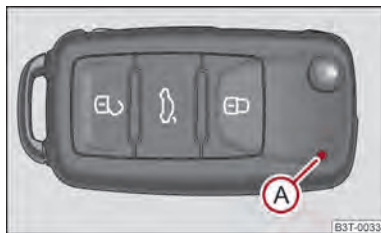
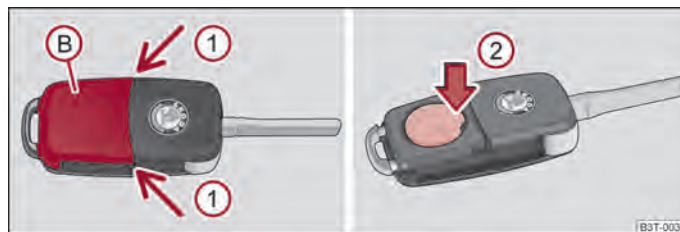

Fig. 10 Llave con radiotelemando
Fig. 11 Llave de radiotelemando - retirar la tapa/retirar la batería
Con el vehículo se suministran dos llaves con mando a distancia ⇒ fig. 10.
Cada llave principal de radiotelemando contiene una batería que está alojada debajo de la tapa (B) ⇒ fig. 11. Si la pila está descargada, el piloto de control rojo (A) no parpadea después de pulsar una tecla de la llave con mando a distancia ⇒ fig. 10. Le recomendamos que lleve a cambiar la pila de la llave a un concesionario autorizado ŠKODA. Si, de lo contrario, desea cambiar la pila descargada Vd. mismo, proceda como sigue:
- Retire la tapa de la pila presionando con el pulgar o con un destornillador plano en la posición de la flecha ① ⇒ fig. 11.
- Retire la batería descargada de la llave presionándola hacia abajo en el lugar de la flecha ② ⇒ fig. 11.
Esta función de selección permite desbloquear todas las puertas, una puerta, las dos puertas del lado izquierdo o derecho del vehículo o el desbloqueo simultáneo de la puerta del conductor y del acompañante. Las otras puertas y la tapa del depósito permanecen bloqueadas y se desbloquean sólo después de desbloquearse de nuevo con la tecla de desbloqueo en la llave con radiotelemando ⇒ fig. 10 o con la tecla del cierre centralizado ⇒ fig. 13.